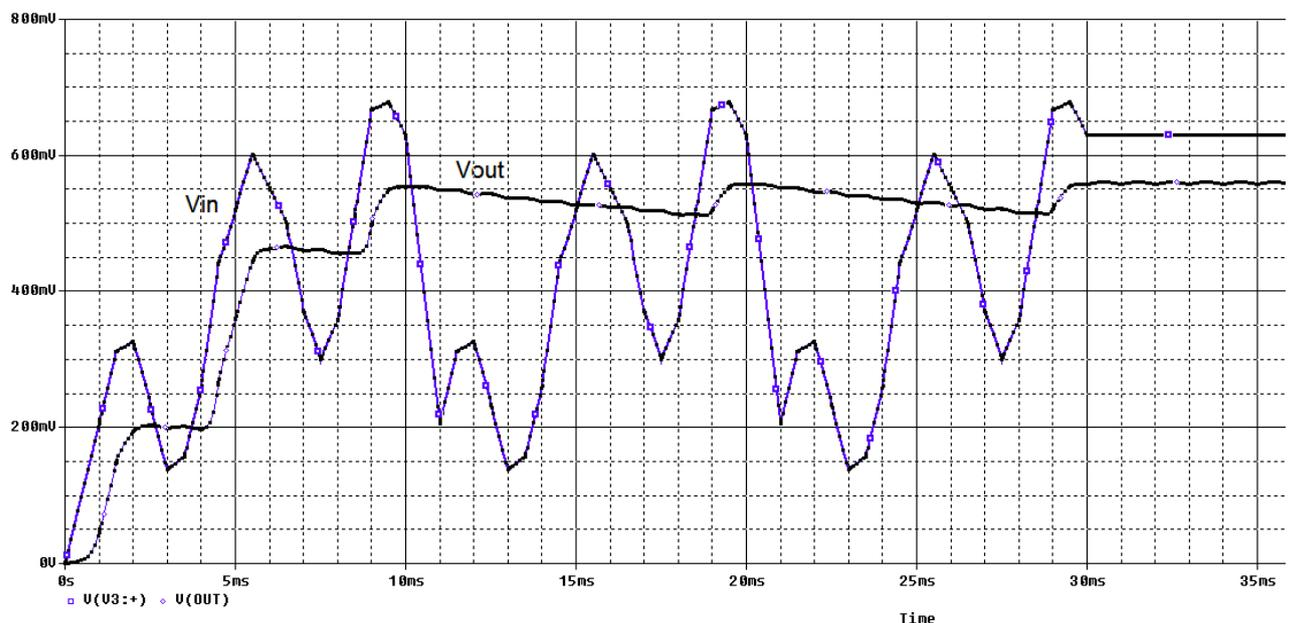

Рис. 3.19. Трехкратное повторение стимула
7. Исследуем источник VPWL_F_RE_N_TIMES. Этот сигнал из библиотеки Source может повторяться N раз. В схеме указываем тот же путь к текстовому файлу. В свойствах источника устанавливаем параметр REPEAT_VALUE=3 и отображаем это на схеме. После моделирования получим графики (рис. 3.19).